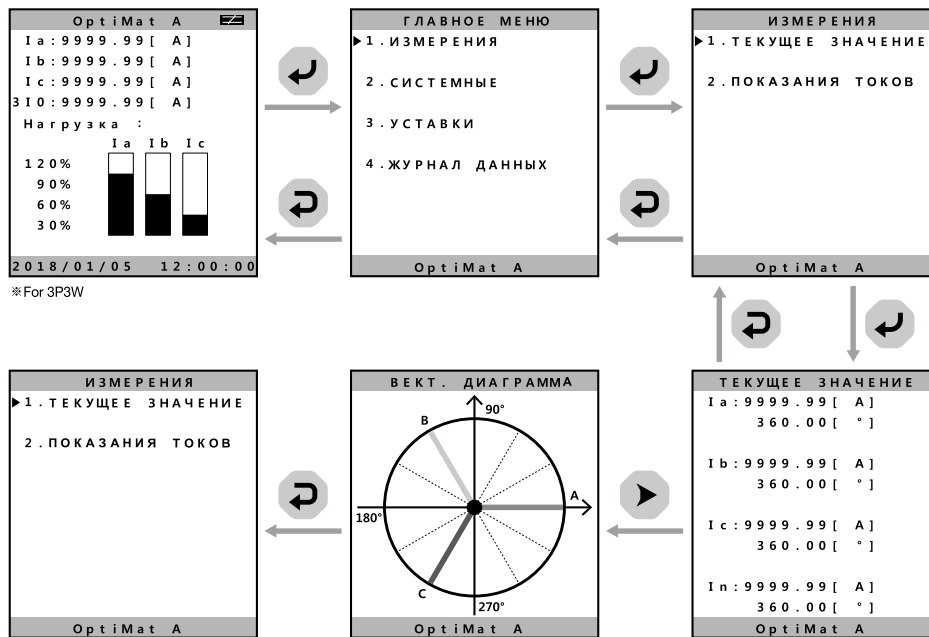

Рисунок 8 – «Измерения-Текущее значение»
- Чтобы перейти к состоянию запроса «Измерения-Текущее значение», смотри рисунок 8.